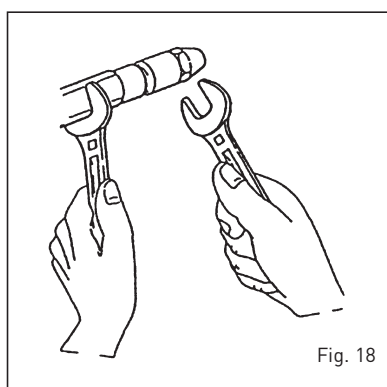

Fig. 18
4.7.3 Sustitución del inyector (fig. 18)
- Bloquear el porta inyectores utilizando una llave nº 19 y destornillar el inyector con una llave nº 16 (fig. 18).